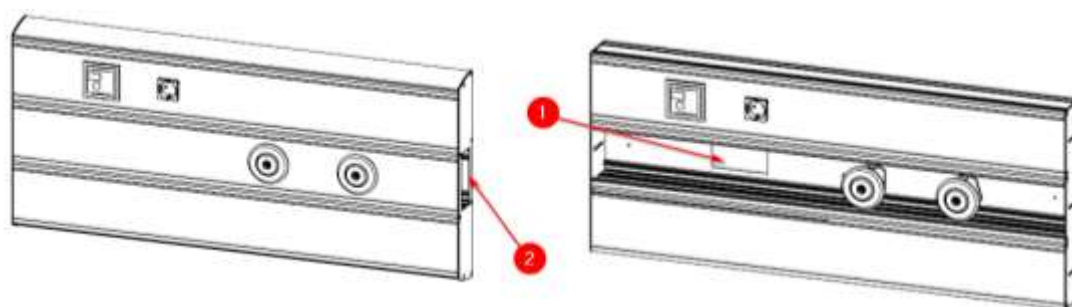

Fig. 1
Există două posibilități în ceea ce privește amplasarea acestor intrări: ele pot fi amplasate în partea din spate a echipamentului (1) sau pot intra pe lateral (2). A se vedea Fig.1.